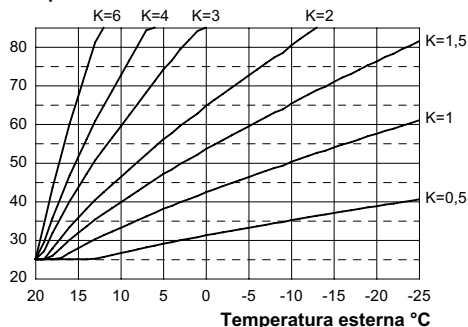
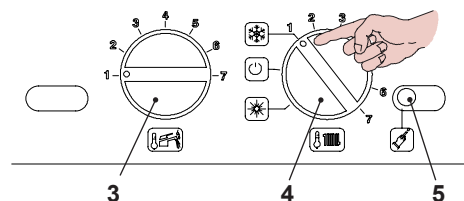

Fig. 5.34
Fig. 5.35
Il coefficiente K è un parametro che innalza o abbassa la temperatura di mandata caldaia al variare della temperatura esterna. Quando si installa la sonda esterna bisogna impostare questo parametro in base al rendimento dell'impianto di riscaldamento per ottimizzare la temperatura di mandata (Fig. 5.34).
Es. Per avere una temperatura di mandata all'impianto di riscaldamento di 60°C con una esterna di -5°C si deve settare un K di 1,5 (linea tratteggiata in Fig. 5.34).
- Posizionare le manopole 3 e 4 indicato in Fig. 5.35.
- Per settare il coefficiente K, determinato dalla Fig. 5.34 bisogna entrare in programmazione premendo per 15 secondi il pulsante di ripristino **5**, in Fig. 5.35 fino alla comparsa del parametro **P01** sul display LCD; sul display LCD compare la seguente visualizzazione (la sequenza **P01** si alterna a -- -- --).
- Premere il pulsante di ripristino **5**, in Fig. 5.35, per lo scorrimento dei vari parametri sino al raggiungimento del parametro **P15** valido per il settaggio del coefficiente K; sul display LCD compare la seguente visualizzazione (la sequenza **P15** si alterna a 00).
ad un massimo di **255** in base alla curva scelta del coefficiente K in Fig. 5.34.